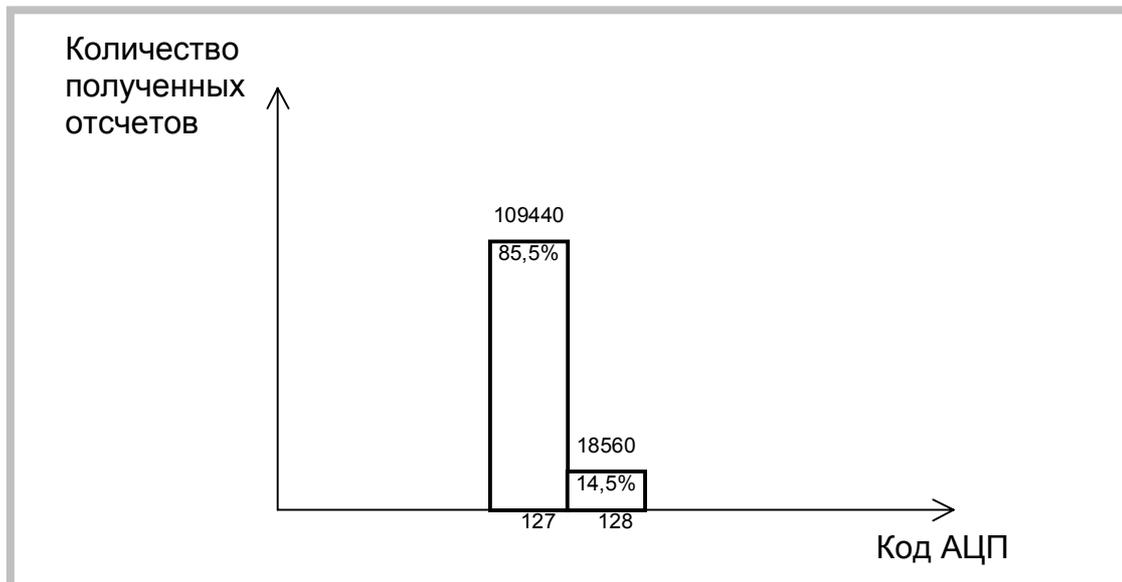

Рисунок 14. Статистика результатов данных 8
8) Диапазон напряжений входного сигнала платы ЛА-н10М6РСІ ±5В. Частота запуска АЦП - 50МГц. Число собранных отсчетов 128000 (Рисунок 14).